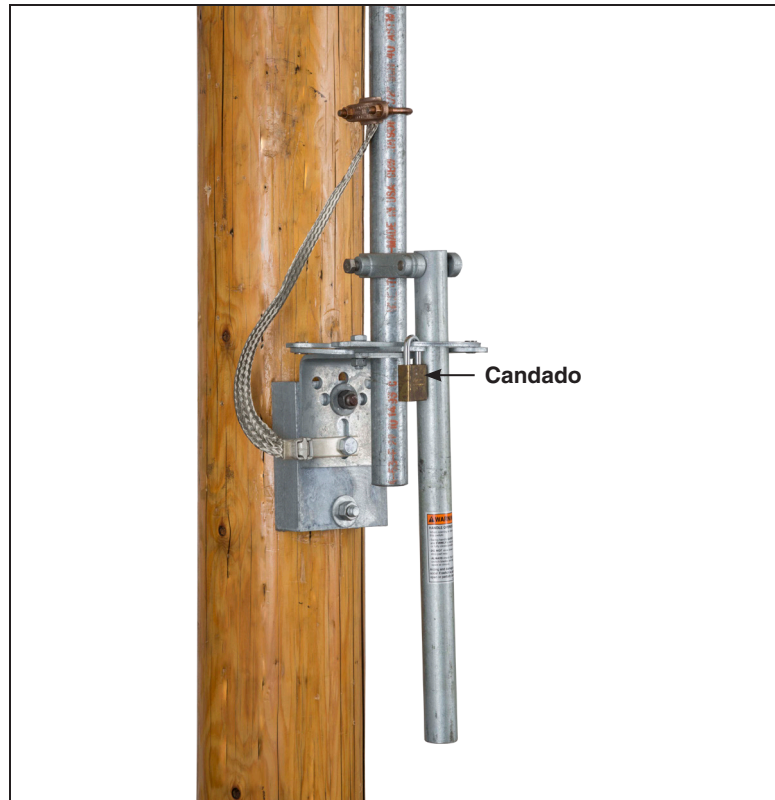

Figura 45. Remoción del candado(s).
- (a) Quite el candado(s) de las aldabas del conjunto de la palanca de operación. Vea la Figura 45.